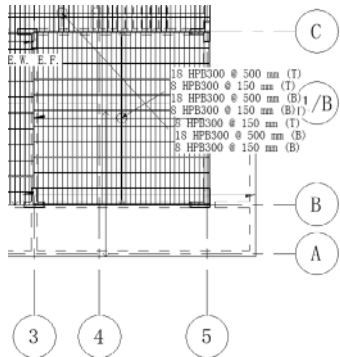

图 13-109 创建 120mm 楼板钢筋
“顶部分布筋间距”“底部分布筋间距”为“150.0mm”，如图 13-109 所示。
(16) 单击“属性”选项板中“视图可见性状态”栏中的“编辑”按钮 ，打开“钢筋图元视图可见性状态”对话框，勾选“结构平面 2F”栏中的“清晰的视图”复选框，其他采用默认设置，单击“确定”按钮，使钢筋在 2F 结构楼层中可见。
(17) 单击“修改|创建钢筋边界”选项卡“模式”面板中的“完成编辑模式”按钮 ，完成 120mm 楼板上钢筋的创建，如图 13-109 所示。
(18) 单击“结构”选项卡“钢筋”面板中的“路径”按钮 ，选择 2F 楼层厚度为 90mm 楼板放置钢筋网区域。